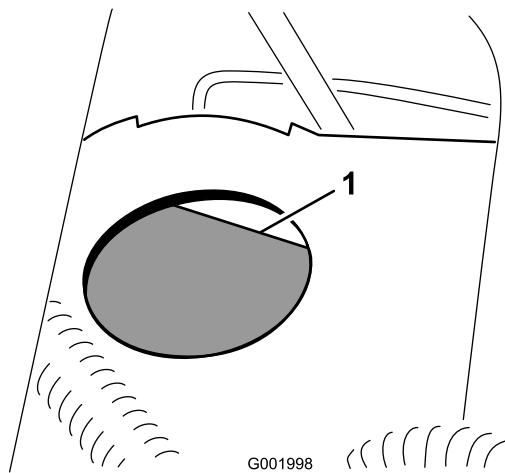

Figura 61
- 2. El nivel de líquido debe llegar a la línea Lleno del depósito (Figura 61).